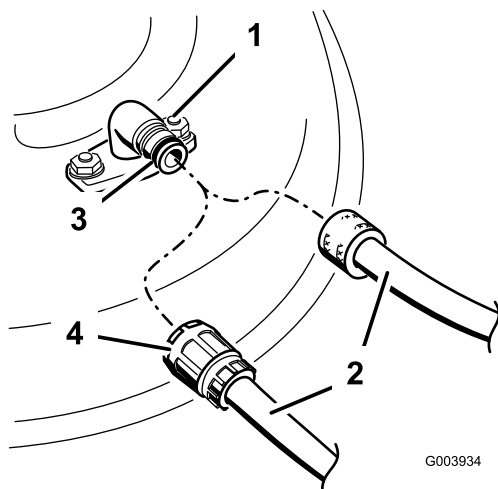

Figure 70
3. Branchez le raccord du tuyau au raccord de lavage du plateau de coupe et ouvrez l'eau en grand (Figure 70).